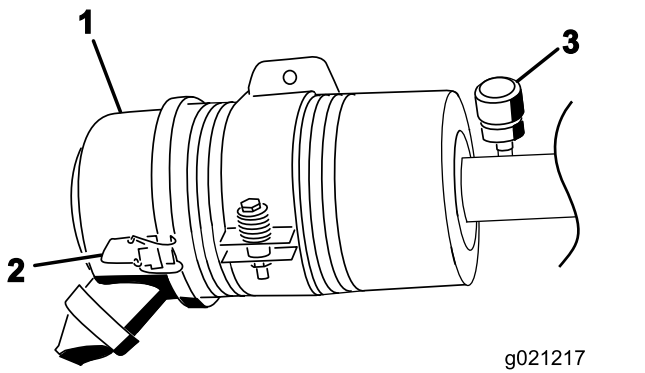

Bild 80
Warten Sie den Luftfilter nur, wenn dies von der Kundendienstanzeige angegeben wird (Bild 80). Das frühzeitige Auswechseln des Luftfilters erhöht nur die Gefahr, dass Schmutz in den Motor gelangt, wenn Sie den Filter entfernen.
2. Lösen Sie die Riegel, mit denen die Abdeckung des Luftfilters am Luftfiltergehäuse befestigt ist (Bild 80).